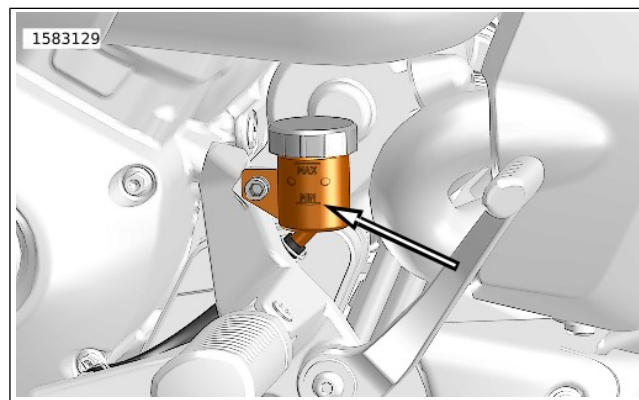
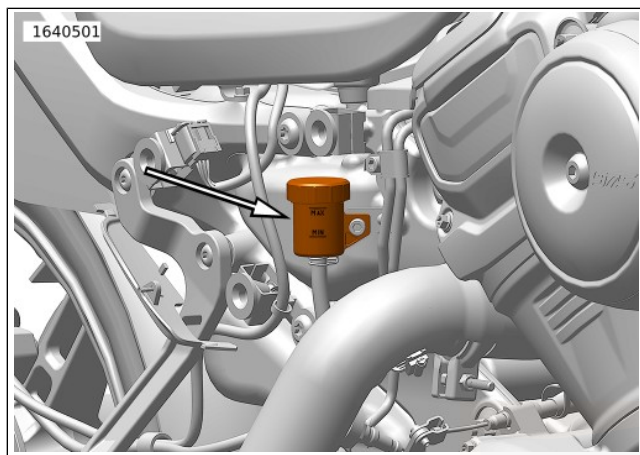

Abbildung 63. MIN-Markierung am Hinterradhauptbremszylinderbehälter (1250 Modelle typisch)
Abbildung 64. MIN-Markierung am Hinterradhauptbremszylinderbehälter (typisch für 975 Modelle)
4. **Hinten:** Siehe Abbildung 63 oder Abbildung 64 . Den Füllstand im Hinterradbremsschlauchbehälter prüfen. Füllstand muss über der Mindestmarkierung am Schauglas liegen.